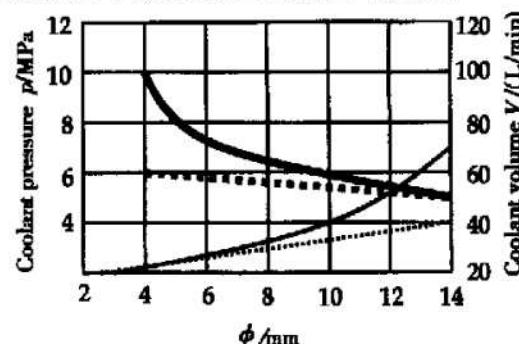

Fig. 4 Coolant pressures and volumes for the application of gundrills and two-edged gundrills
(2) 枪钻加工深孔切削液的流量  $V$  和压力  $p$ : 在深孔加工中切削液除了具有冷却和润滑作用外,还必须具有一定的压力和流量,才能将切削液输送到切削区域,起到冷却润滑、降低切削温度和强制断屑的作用;才能将切屑从切削区、刀槽、切屑刃,向刀具后方或向刀具前方冲掉,保证切屑正常排出。为了获得最佳表面粗糙度,所需的冷却润滑液的工作压力往往高于正常的排屑压力,并且保持压力恒定。枪钻直径与冷却液的压力和流量的选择如图 4 所示。
由图 4 中看出压力随孔径减小而增大,流量随孔径增加而增加。在实际加工中,压力和流量随钻孔深度增加而增大。双刃枪钻的切削速度和进给量可参照单刃枪钻的加工参数,冷却液的压力小于单刃枪钻,流量比单刃枪钻大 1/3 左右。